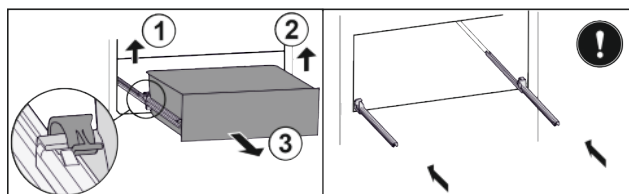

Fig. 29*
- ▶ Zásuvku odpojte vlevo Fig. 29 (1).*
- ▶ Odpojte vpravo Fig. 29 (2).*
- ▶ Odeberte směrem dopředu Fig. 29 (3).*